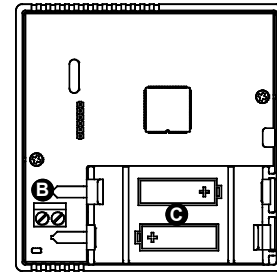
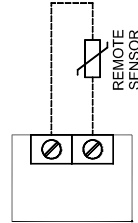

Fig. 6
Fig. 7
**4** - Introduire correctement les piles (respecter la polarité) dans le compartiment prévu à cet effet (C de Fig. 6), utiliser de préférence des piles alcalines et bien chargées.
- Brancher la sonde à distance, si nécessaire, sur le connecteur 'REMOTE SENSOR' (B de Fig. 6) en suivant le schéma de connexion de Fig. 7; puis régler correctement le paramètre **P10**. Lire le paragraphe 'CONFIGURATION INSTALLATEUR'.